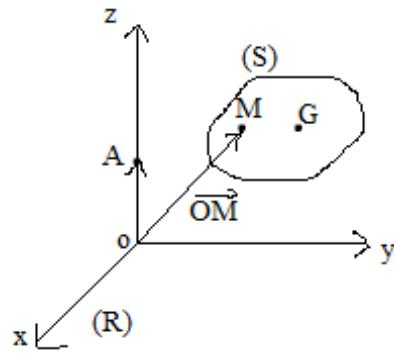

Figure V.1
Soit le point M de masse (dm), de vitesse $\vec{v}_{(M/R)}$ un point du solide (S) de masse (m_s) est en mouvement par rapport à un repère R (O, x, y, z) Figure V.1. Le torseur cinétique d'un solide est défini par :